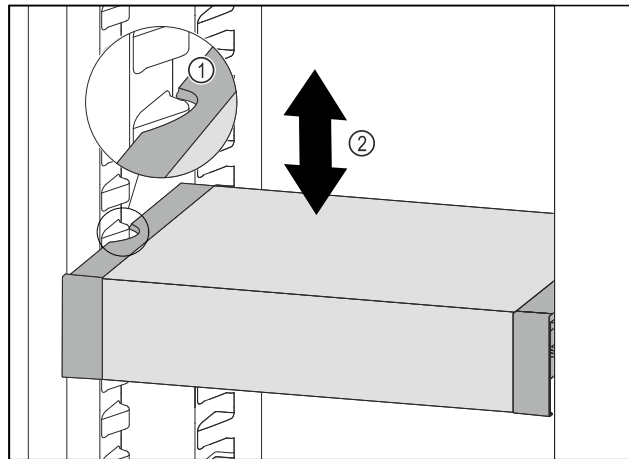

Fig. 91
- ▶ Изтеглете VarioSafe напред, докато страничните прорези на VarioSafe се намират на височината на реброто на съда в хладилната част. Fig. 91 (1)
- ▶ Преместете VarioSafe нагоре или надолу в хладилната част, докато се достигне желаната височина. Fig. 91 (2)